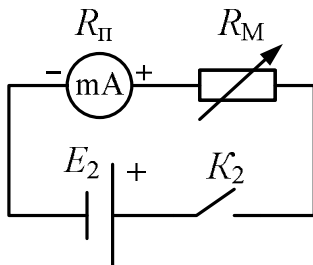

Рис. 3.5. Схема для определения внутреннего сопротивления миллиамперметра
1.2. Соберите схему, приведенную на рис. 3.5. Ключ K_2 установите в разомкнутое положение (рычажок вниз). Установите на магазине сопротивление $R_{\text{М}} = 9,5 \text{ кОм}$.